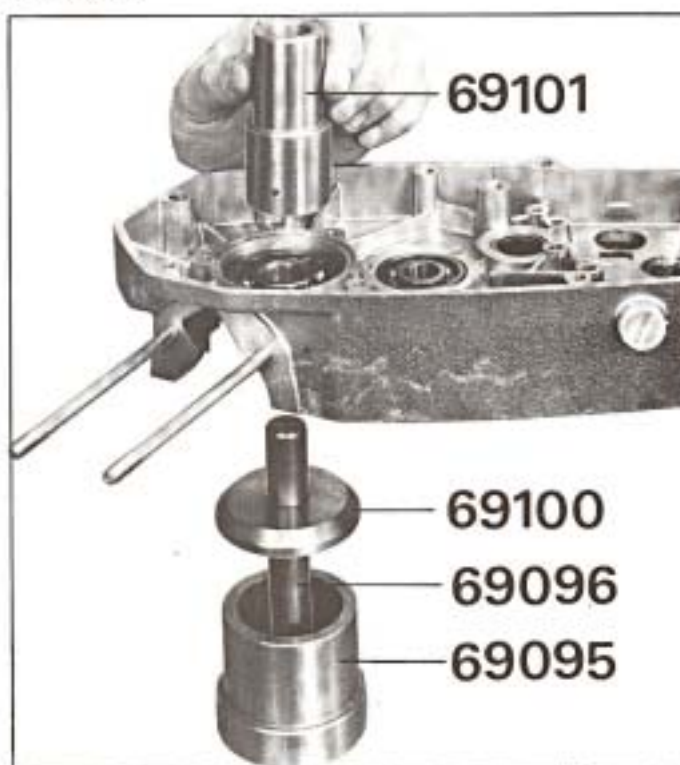

Fig. 46
- Placer sur cet ensemble le carter préalablement chauffé (80 à 100°). La chambre des volants tournée vers le bas (figure 46).